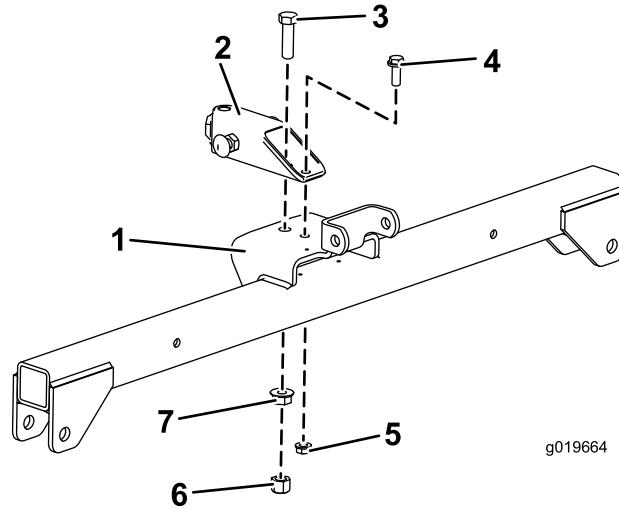

Figura 4
2. Monte provisionalmente el tubo de enganche en el taladro delantero de la barra de suspensión (Figura 4) con un perno (1/2" x 1 3/4"), una tuerca con arandela prensada (1/2") y una tuerca de cabeza hexagonal (1/2").